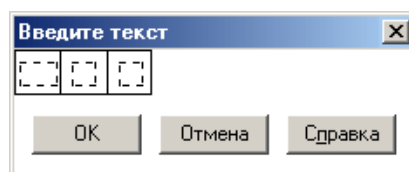

Рис. 49
- щелкните мышью в поле **Ввод текста** строки параметров, поставьте курсор в текстовую ячейку окна Введите текст и, щелкнув правой клавишей выберите в контекстном меню **Разделение ячейки** а затем **По вертикали** (два раза) (рис. 49);